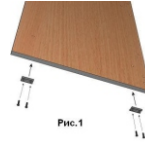

Рис.1
1) Установите пластиковые подпятники №12 на панели №1 с помощью шурупов №8, отступ от края, примерно 4-5 см (см.рис. 1)